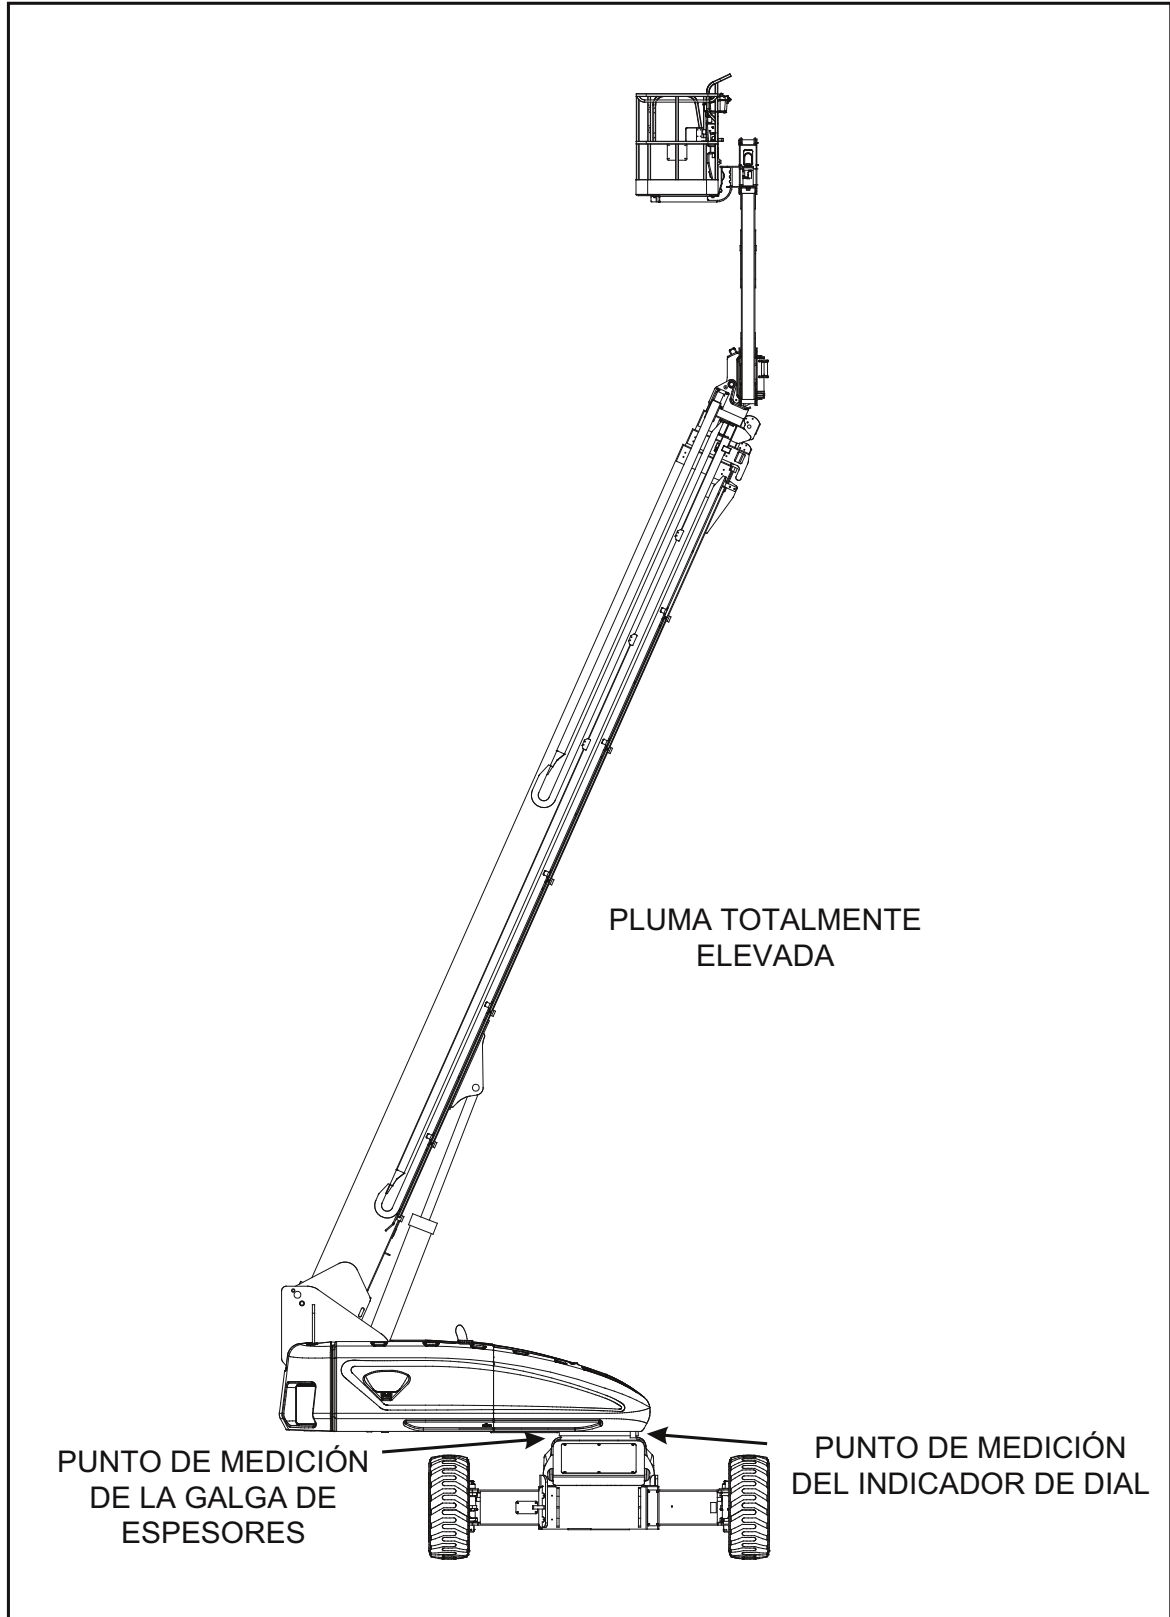

Figura 3-52. Colocación de la pluma de tolerancia del rodamiento oscilante – Hoja 1 de 2
- a. Eleve completamente la pluma principal. (Vea Figura 3-52.)
- b. En la posición que se indica en la Figura 3-52., intente insertar una galga de espesores de 0,14 mm entre el perno y la arandela endurecida en la posición indicada por la flecha.
1. Desde la parte de abajo de la máquina, en el centro trasero, con la pluma principal totalmente elevada y retraída, tal como se muestra en Figura 3-52., Colocación de la pluma de tolerancia del rodamiento oscilante – Hoja 1 de 2, coloque un indicador de dial de base magnética como se muestra a continuación y configure el indicador en 0 (cero).